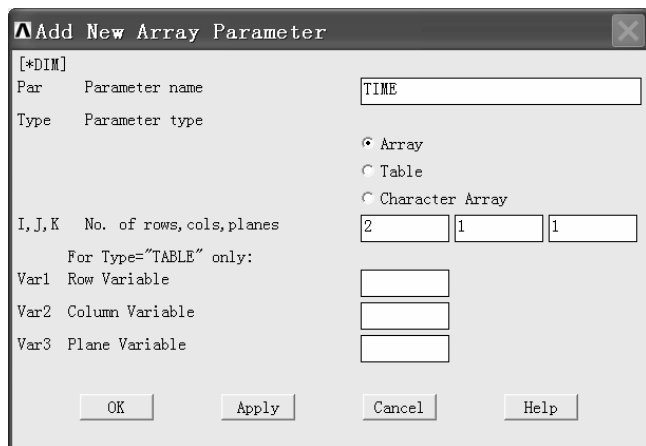

图 10-95 “Add New Array Parameter” 窗口
(2) 单击“Array Parameters”窗口中的“Add...”按钮, 弹出“Add New Array Parameter”窗口(见图 10-95)。在“Parameter name”后的方框中输入“TIME”, 即给数组取个名字, 然后单击“Apply”按钮。